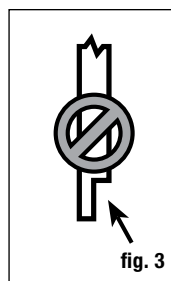

fig. 3
Step 2 Install railing posts prior to installing deck boards. Cedar or pressure-treated pine 4x4 railing posts or a post mount provides the structural strength for the railing. The length of each post is determined by the total of the joist width (typically 7-1/4") + decking thickness (1") + railing height (36") + spacing for post cap (1-1/4") = 45-1/2". **Important: Do not notch the 4x4 railing posts. Notching will reduce the strength of the post and could result in railing collapse or failure (fig. 3).**
Important: Do not notch the 4x4 railing posts. Notching will reduce the strength of the post and could result in railing collapse or failure (fig. 3).
Étape 2 Installez les poteaux du garde-corps avant d'installer les planches de terrasse. Les poteaux du garde-corps de 10 X 10 cm (4 x 4 po) en cèdre ou pin traité sous pression, fournissent la force structurale pour le garde-corps. La longueur de chaque poteau est déterminée par la largeur totale de solive (généralement 18,4 cm (7 1/4 po)) + l'épaisseur du patio (2,5 cm (1 po)) + hauteur du garde-corps (91,4 cm (36 po)) + espacement pour le capuchon du poteau (3 cm (1,25 po)) = 115,6 cm (45 1/2 po). **Important : Ne faites pas d'encoche dans les poteaux de 4x4 du garde-corps. Cela réduirait la force du poteau et pourrait mener à une défaillance ou l'écrasement du garde-corps (fig. 3).**
Important : Ne faites pas d'encoche dans les poteaux de 4x4 du garde-corps. Cela réduirait la force du poteau et pourrait mener à une défaillance ou l'écrasement du garde-corps (fig. 3).
Paso 2 Instale los postes de barandal antes de instalar las tablas de la terraza. Postes para barandal de 10.2 x 10.2 cm (4x4 pulg.) de cedro o pino tratado a presión, o una montura para postes, ofrecen la fuerza estructural para el barandal. La longitud de cada poste se determina por el total del ancho de la viga (generalmente 18.4 cm (7-1/4 pulg.)) + el grosor de la terraza (2.5 cm (1 pulg.)) + la altura del barandal (91.4 cm (36 pulg.)) + el espacio para el tope del poste (3.2 cm (1-1/4 pulg.)) = 115.5 cm (45-1/2 pulg.). **Importante: No haga muescas en los postes de barandal de 10.2 x 10.2 cm (4x4 pulg.). Las muescas reducirán la fuerza del poste y podrían causar el colapso o falla del barandal (fig. 3).**